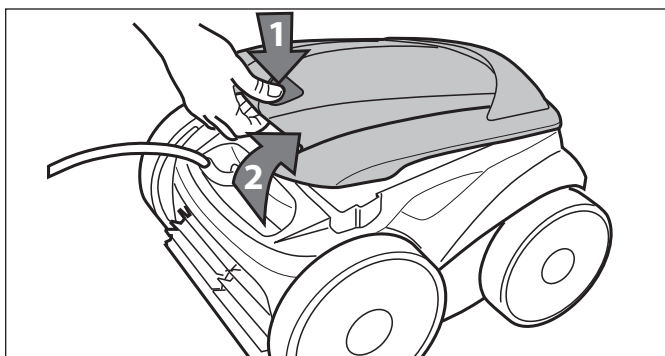

Figure 24. Soulever le couvercle du nettoyeur
4. Pour enlever le filtre du nettoyeur, suivre les étapes 1 à 6 (Figures 24 à 27).
5. Appuyer sur le verrou du couvercle (1) et soulever le couvercle (2) jusqu'à ce qu'il soit fixé en position verticale. Se référer à la Figure 24.